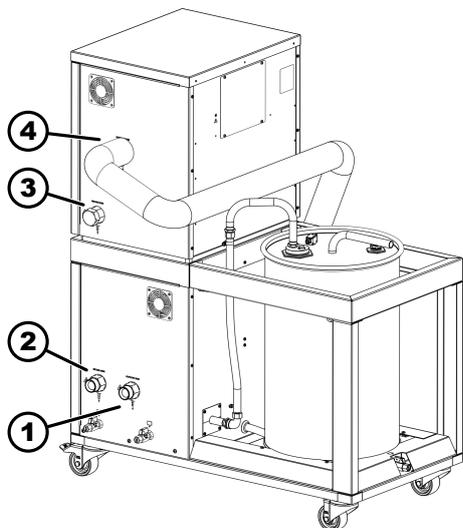

Fig. 10 : Assemblage, du côté de l'application
3. À l'aide d'une bague-écrou et du bouchon installé, vissez fermement les raccords RETURN USER (3, Fig. 10).
Vissez le long tuyau sur le raccord OUTFLOW USER (4, Fig. 10) du Régulateur de débit.
Les raccords du Régulateur de débit et les raccords de l'Unité de remplissage et de vidange portant les inscriptions RETURN USER et OUTFLOW USER doivent être dans la direction de l'application (Fig. 10).
9. Raccordez les deux flexibles de l'Unité de remplissage et de vidange à votre application. Les deux raccords comportent les mentions OUTFLOW USER et RETURN USER (1 et 2, Fig. 10).
11. Vissez l'autre côté sur le raccord en T de l'Unité de remplissage et de vidange (5, Fig. 10).